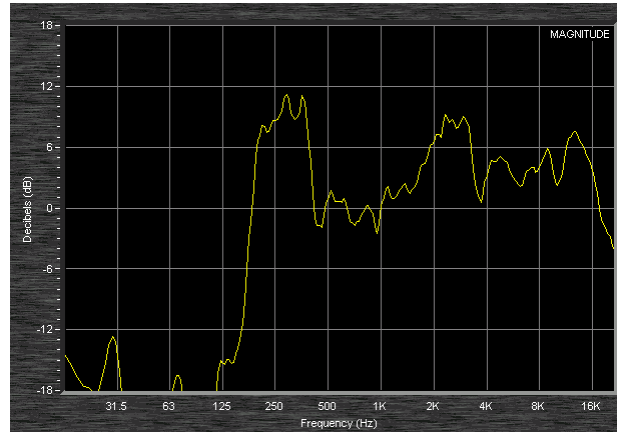

Figura 11: Un ejemplo de una medición de la función de transferencia de un altavoz pequeño.
Si el analizador está funcionando en el modo de función de transferencia, debería poder ver ahora la respuesta de frecuencia del altavoz (energía contra frecuencia) en la ventana, similar al ejemplo de la Figura 11. Puede encontrar que el trazado es irregular en la pantalla. Se puede estabilizar la función de transferencia incrementando el número de promedios usando el mando **Avg (R)** 16. Ajuste el número a 16 o más para ver un comportamiento mejorado.